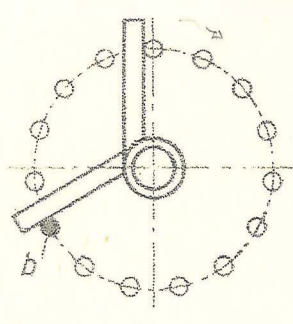

Fig. 2
- 3) - En seguida de hecho esto se aplica la abertura de los brazos de la tijera contra la parte posterior de la clavija. (Fig. 2).